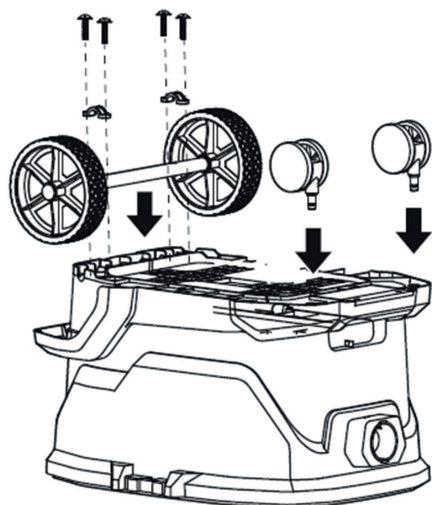

Рис. 2
- Вставьте передние колёса в основание контейнера (рис. 2).